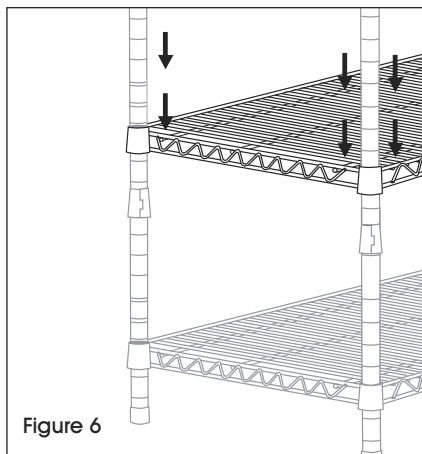

Figure 6
4. Determine the height of the next shelf, snap on shelf supports, then add and secure shelf. Repeat for remaining shelves. (See Figure 6)
3. Déterminez la hauteur de la tablette suivante, enclenchez les supports, puis ajoutez et fixez la tablette. Répétez l'étape 4 pour ajouter les tablettes restantes. (Voir Figure 6)